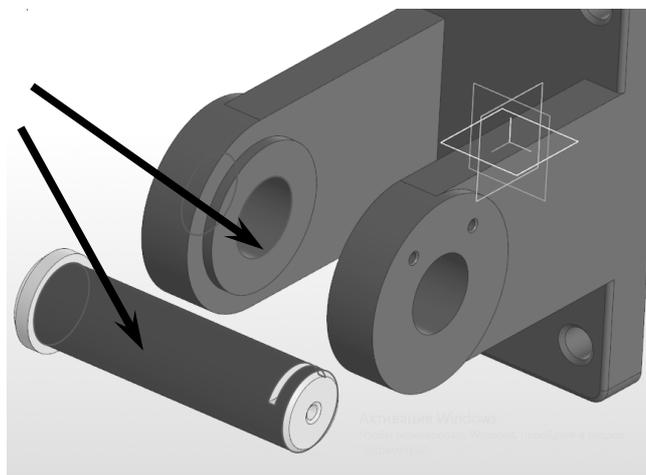

Рис. 5.4. Применение сопряжения «Соосность»
• Наложите на компоненты сборки сопряжение «Соосность»: выберите команду «Соосность» на панели **Размещение компонентов** – затем укажите ЛКМ цилиндрические поверхности деталей, как показано на рис. 5.4. Нажмите кнопку для завершения операции.